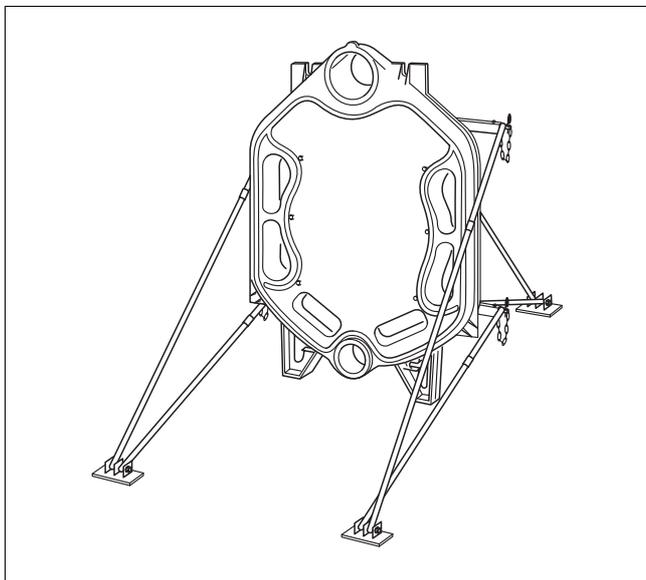

Fig. 7 Elemento posteriore con set di montaggio montato
- ▶ Fissare gli elementi della caldaia con lo strumento ausiliare di montaggio (accessorio) affinché non si ribaltino. Per prima cosa, avvitare l'elemento posteriore allo strumento ausiliare di montaggio (→ fig. 7).
- ▶ Sistemare l'elemento posteriore e fissarlo con lo strumento ausiliario di montaggio per evitarne il ribaltamento (→ vedi fig. 7 e istruzioni dello strumento ausiliario di montaggio).